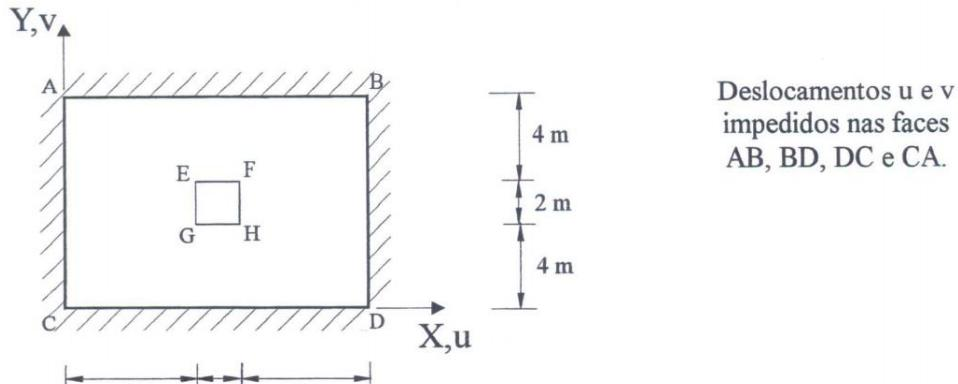

Figura 1
**Questão 1** – Considere a estrutura cuja seção transversal está descrita na Figura 1.